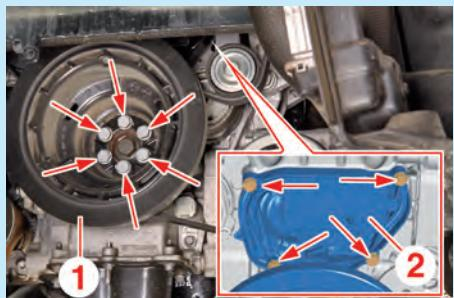
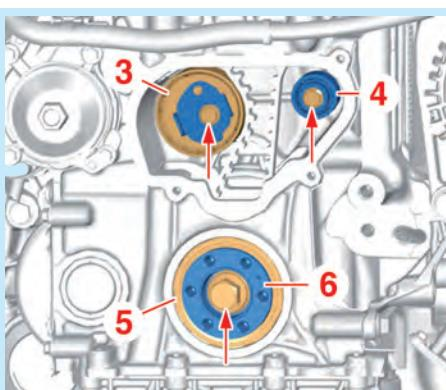
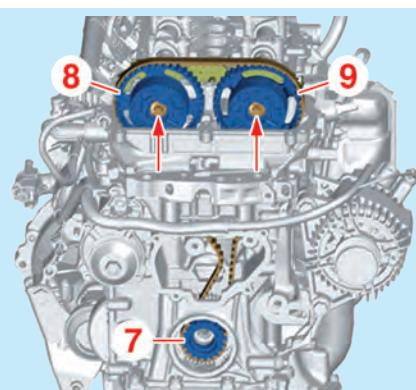

Fig.4
Fig.5
Fig.6
- Déposer (Fig.4) :
- la poulie de vilebrequin (1),
- le carter de distribution (2).
- Déposer (Fig.5) :
- le galet tendeur (3),
- le galet enrouleur (4),
- la bague d'étanchéité (5),
- la bride (6).
- Déposer (Fig.6) :
- le pignon de vilebrequin (7),
- la roue dentée / déphaseur d'arbre à cames d'admission (8),
- la roue dentée / déphaseur d'arbre à cames d'échappement (9),